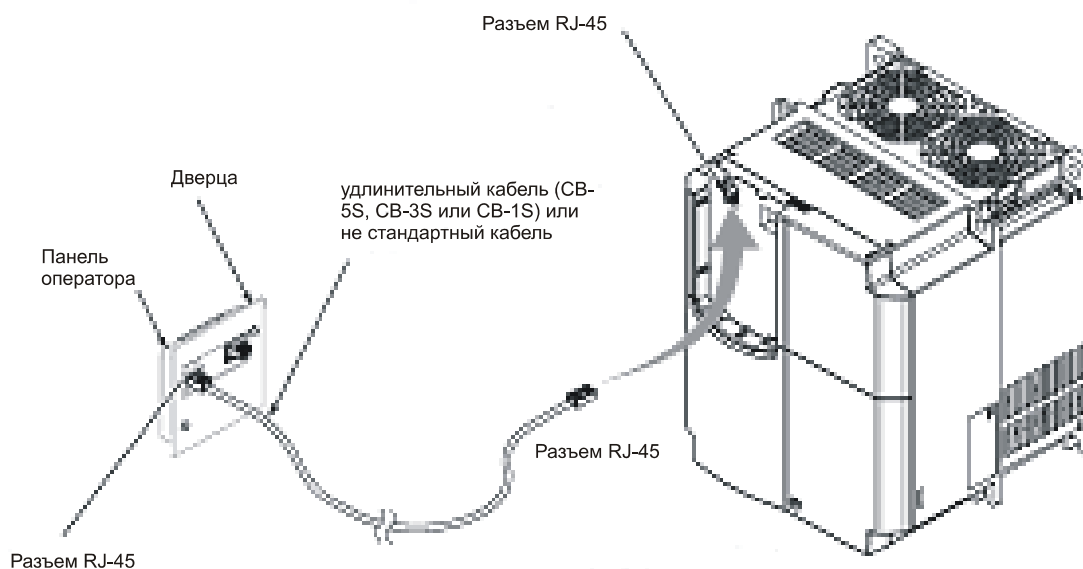

Рисунок 2.35 Соединение ПЧ и панели оператора
- ⑤ Соедините ПЧ и панель оператора стандартным удлинительным кабелем (CB-5S, CB-3S или CB-1S) или при помощи не стандартного кабеля RJ-45 (порт стандарта RS485) (см рис. 2.35)